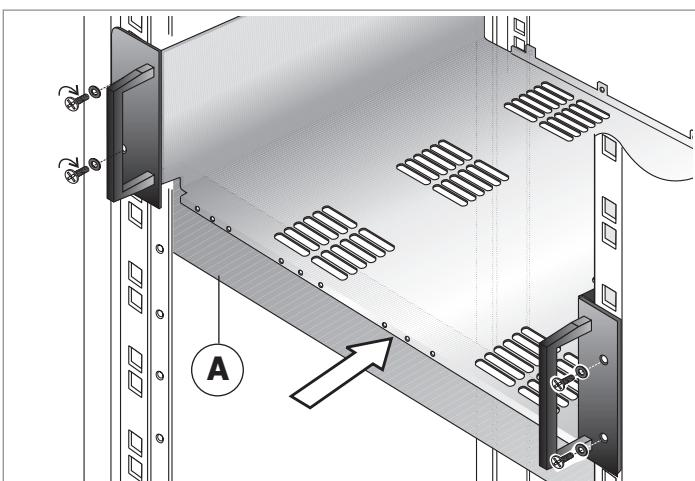

Fig. 3.2.1
- il cestello di supporto degli amplificatori (vedi fig. 3.2.1) deve sempre essere montato sulle apposite staffe di sostegno (particolare [A]) fornite in dotazione.
- the supporting modules-cage for the amplifiers (see figure 3.2.1) must always be mounted on the supporting brackets provided for this purpose (detail [A]) included in the supply.